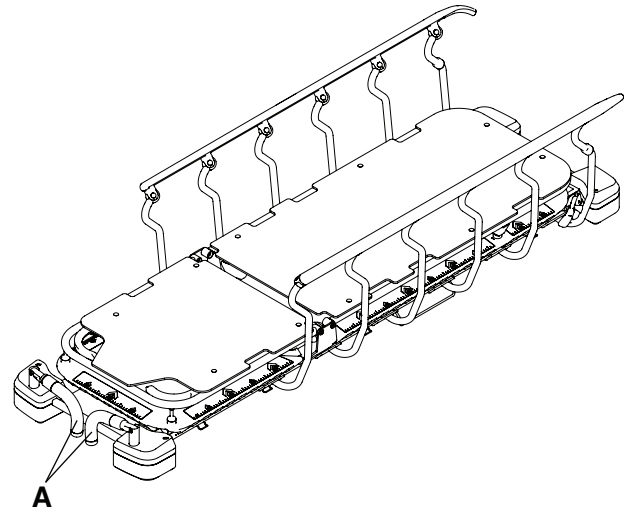

Abbildung 7 – Verstauen der Kopfende-Schiebegriffe
4. Um die Kopfende-Schiebegriffe (A) in die Parkposition zu bringen, die Schritte in umgekehrter Reihenfolge ausführen (Abbildung 7).